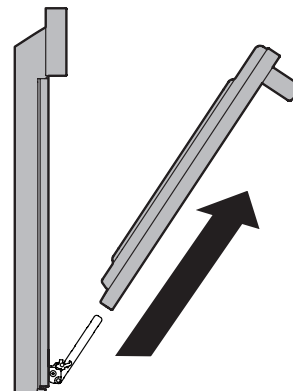

Figura 24: Posición de remoción de la puerta
4. Tire de la puerta hacia usted mientras gira la parte superior de la puerta hacia el electrodoméstico para desenganchar completamente las palancas de la bisagra (Figura 24).
1. Sujete ambos lados de la puerta del horno firmemente por los lados de la puerta. No utilice la manija de la puerta del horno (Figura 24).